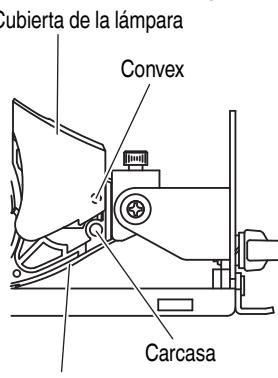

Fig. 18 <Vista lateral>
- (1) Extraiga la parte convexa de la cubierta de la lámpara de la parte cóncava de la carcasa, y después tire de la cubierta de la lámpara en el sentido indicado por la flecha, como se muestra en la Fig. 18.